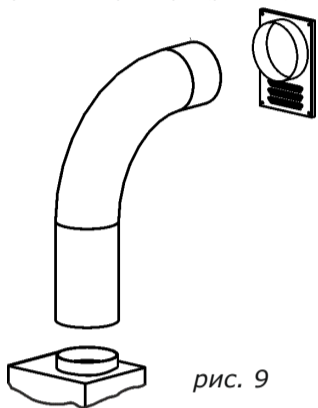
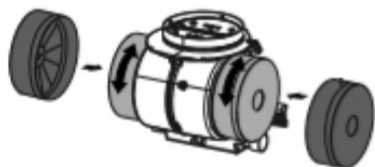

рис. 9
рис. 10
6.2 В зависимости от режима эксплуатации кухонной вытяжки соедините вентилятор с вентиляционной решеткой (рис. 9) полужестким гофрированным воздуховодом (либо его аналогом) или установите угольные фильтры (рис. 10).